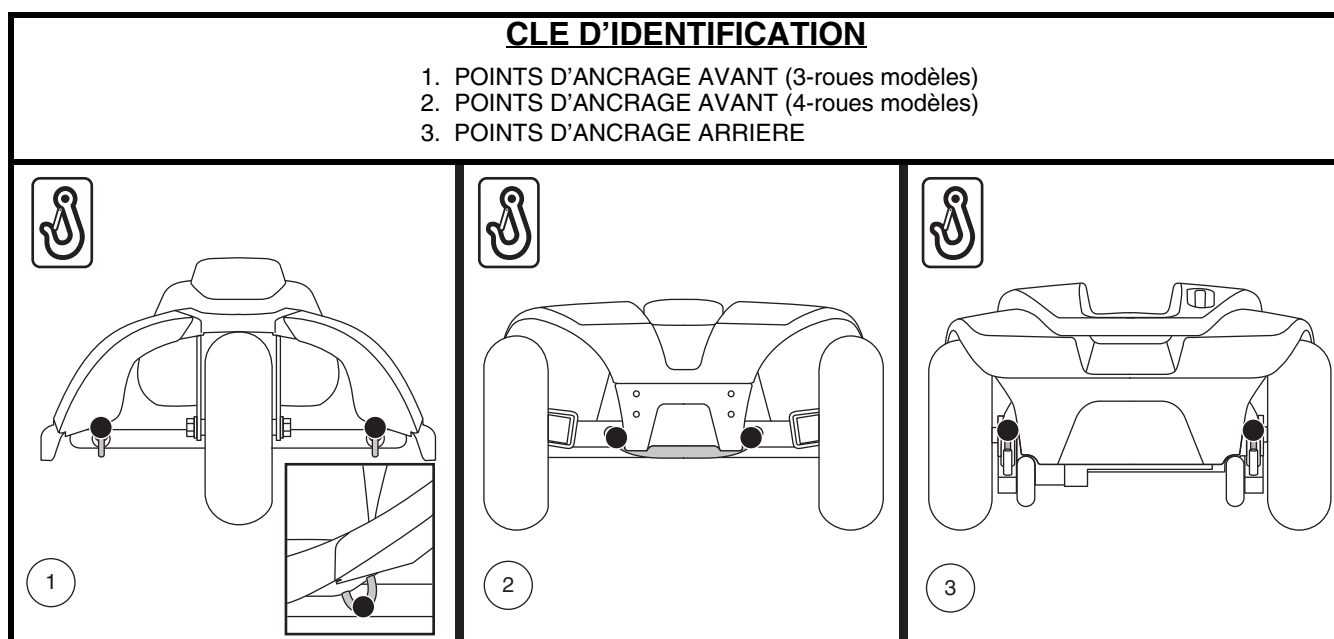

Figure 6. Points d'ancrage (Identifié avec des points noirs)
Le scooter doit toujours être ancrés face à l'avant du véhicule. Fixez les quatre (4) courroies aux points d'ancrage désignés sur le scooter. **Voir la figure 6.** Serrez-bien les courroies pour retirer le jeu excessif. N'attachez jamais le scooter par ses composantes réglables ou mobiles tels que les accoudoirs, capots ou roues. Ces articles devraient être enlevés. Positionnez les points d'ancrage arrière des courroies directement derrière le scooter. Les points d'ancrage avant sont disposés plus loin de chaque côté du scooter afin d'augmenter la stabilité latérale.